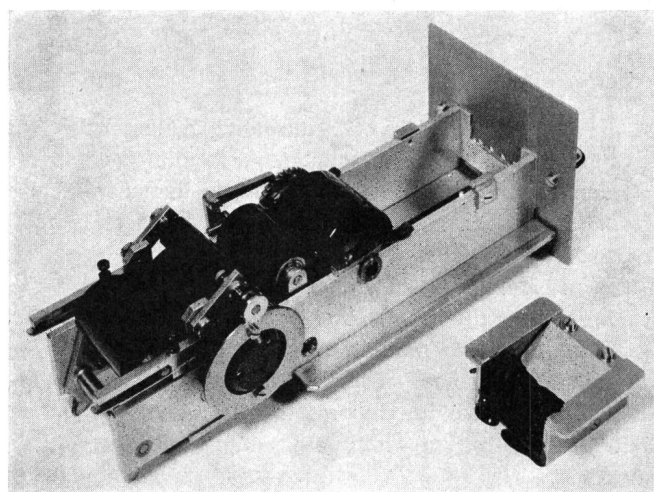
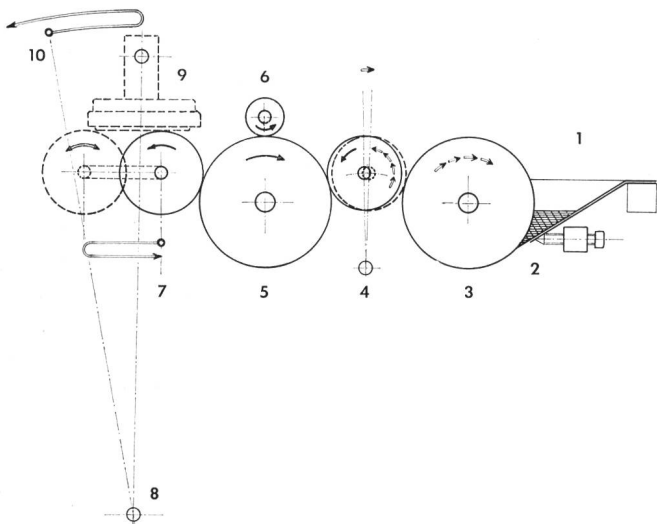

Fig. 3
Fig. 4
Le dispositif d'encre est logé dans un tiroir pouvant être retiré de la machine par derrière; il est représenté à la figure 3. Le récipient contenant l'encre (à droite en bas) est ici retiré du tiroir. La figure 4 est une coupe schématique du dispositif d'encre.
Der Motor treibt ausser der oben erwähnten Klinkenkupplung auch die Reiberwalze im Farbwerk an (Fig. 4, Ziffer 5). Durch direkte Berührung werden ebenfalls Heber (4), Wechselreiber (6) und Auftragwalze (7) in stete Drehung versetzt. Die Stempelfarbe wird dadurch fein auf den Walzen verrieben und in Bereitschaft gehalten. Die Dukturwalze (3) steht still. Aus dem Farbkasten (2) wird in diesem Betriebszustand keine Farbe entnommen. Erst wenn der Stempelvorgang durch Betätigen des Fusspedals eingeleitet wird, verschiebt sich die Heberwalze (4) nach rechts und die Mantelfläche des Hebers berührt den Duktur (3). Durch einen Klinkenmechanismus wird gleichzeitig die Dukturwalze um 1 bis 3 Zahnteilungen im Uhrzeigersinn fortgeschaltet. Die Mantelfläche des Hebers rollt dabei auf der Dukturwalze und «hebt» eine genau einstellbare Menge Stempelfarbe ab.
En plus de l'encliquetage déjà mentionné, le moteur entraîne aussi le rouleau broyeur du dispositif d'encrage (fig. 4, chiffre 5). Le preneur (4), le broyeur oscillant (6) et le toucheur (7) sont également mis en rotation permanente par contact direct. L'encre est ainsi finement répartie sur les rouleaux et se trouve prête à l'emploi. Le cylindre du récipient d'encre (3) reste immobile. Dans cet état, il ne s'écoule pas d'encre du récipient (1). Au moment seulement où la pédale est actionnée pour une oblitération, le preneur (4) se déplace vers la droite et se trouve en contact avec le cylindre du récipient. En même temps, un cliquet fait avancer le cylindre du récipient de 1 à 3 dents dans le sens de la marche des aiguilles d'une montre. Le preneur roule sur le cylindre et prélève une quantité d'encre exactement réglable.